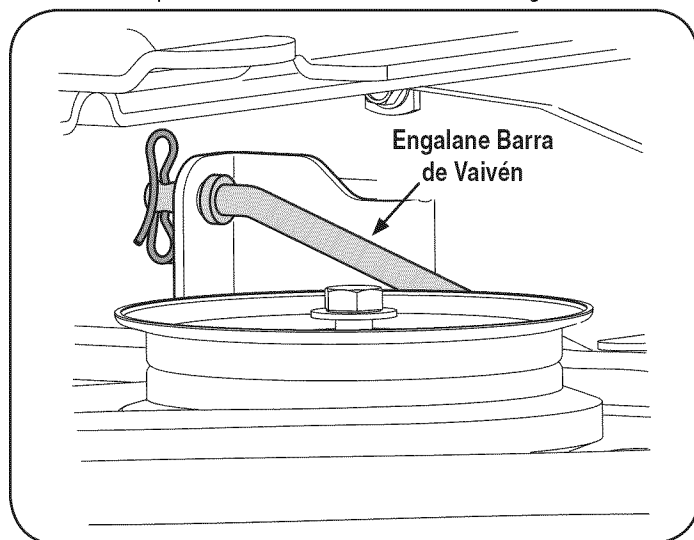

Figura 13
- Quite el alfiler de chaveta de bowtie que conecta la barra de vaivén de plataforma al marco del tractor. Vea Figura 13.